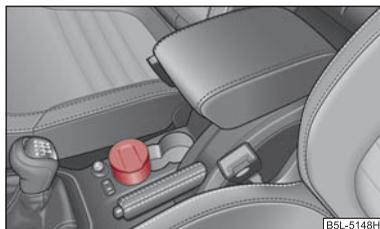

Fig. 84 Consolle centrale: posacenere anteriore
- Estrarre verso l'alto il posacenere ⇒ fig. 84. Durante l'estrazione non tenere il posacenere sul coperchio - pericolo di rottura.